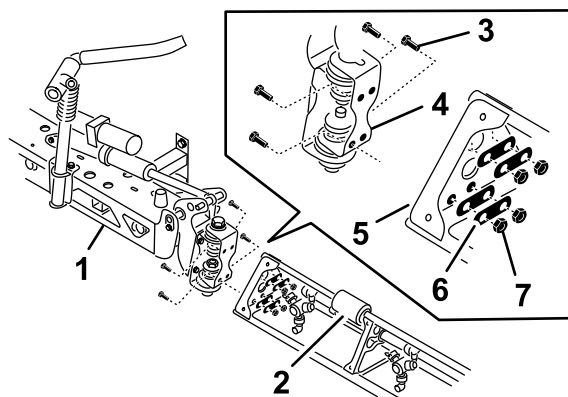

Figura 40
2. Ruotate ciascuna staffa orientabile all'estremità della sezione della barra centrale in modo che le staffe siano allineate in senso verticale (Figura 40).
4. Montate la piastra della cerniera sulla piastra triangolare utilizzando 4 bulloni a testa flangiata, 4 piastre di supporto e 4 dadi di bloccaggio (Figura 40) che avete rimosso al passaggio 1.
6. Allineate l'estremità dell'asta del cilindro di sollevamento con i fori nella protuberanza della staffa orientabile (Figura 40)
7. Fissate l'estremità dell'asta alla protuberanza della staffa orientabile con un perno con testa e una coppiglia (Figura 40).